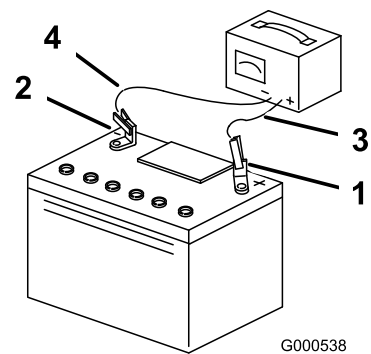

Figure 46
3. Quand la batterie est chargée au maximum, débranchez le chargeur de la prise, puis débranchez les fils du chargeur des bornes de la batterie (Figure 46).